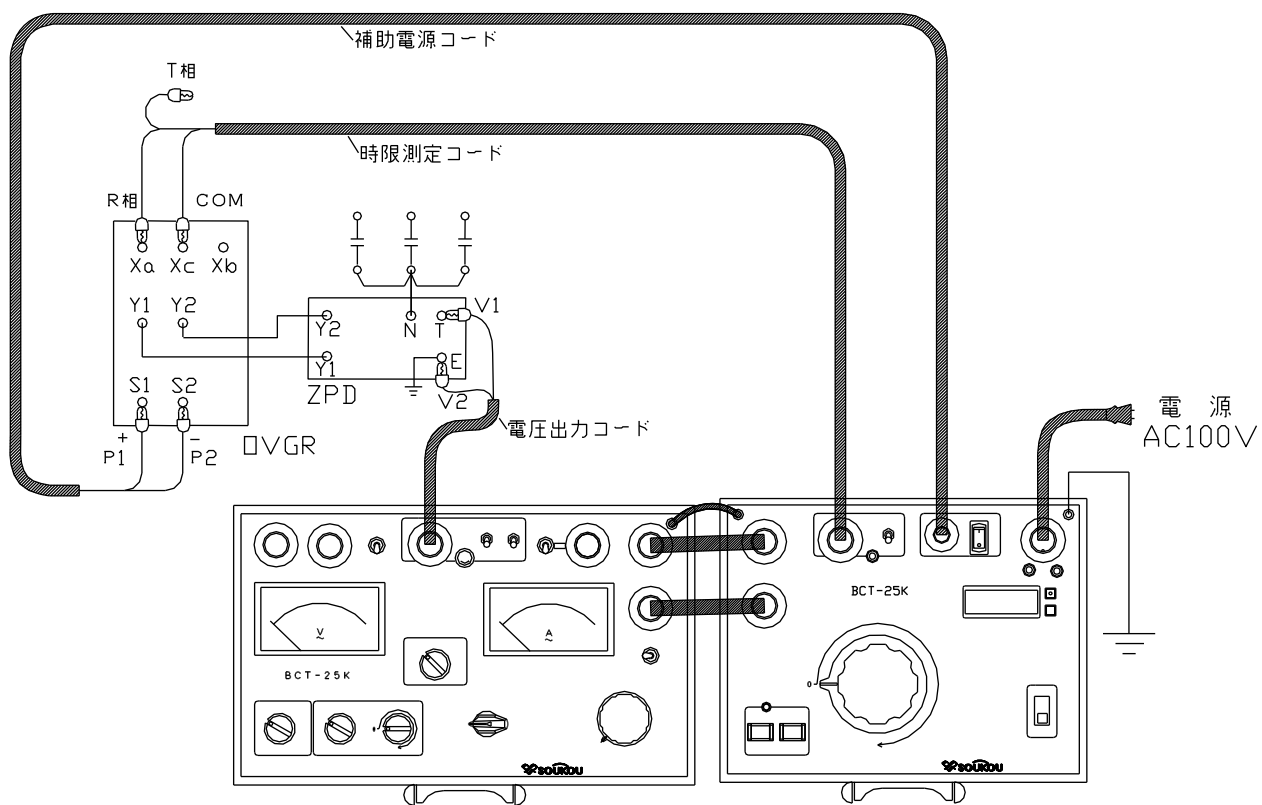

図 18：地絡過電圧継電器の試験回路図
7. 以上のような点を注意し、試験回路を構成します。（図18）